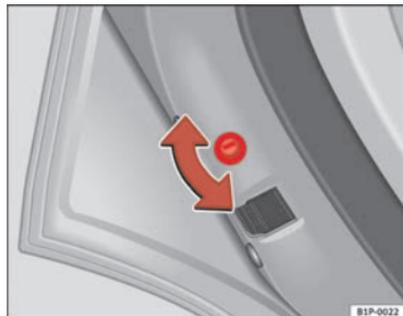
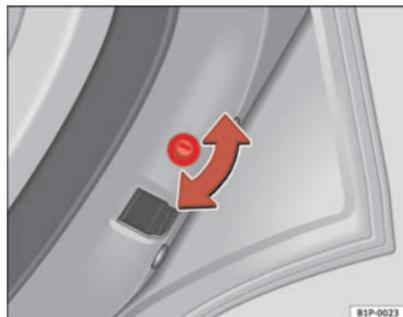

Fig. 59 Sécurité enfants de la porte gauche
Fig. 60 Sécurité enfants de la porte droite
- Lorsque la porte est ouverte, tournez la rainure avec la clé du véhicule dans le sens horaire pour les portes de gauche et dans le sens anti-horaire pour les portes de droite ⇒ fig. 59, ⇒ fig. 60.
- Lorsque la porte est ouverte, tournez la rainure avec la clé du véhicule dans le sens horaire pour les portes de droite et dans le sens anti-horaire pour les portes de gauche ⇒ fig. 59, ⇒ fig. 60.